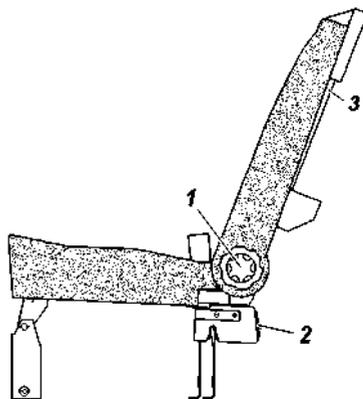

Рис. 3.11. Заднее трехместное сиденье:
**Заднее трехместное сиденье** (рис. 3.11) может быть разложено для организации спального места или сложено для увеличения объема грузового помещения.
- вращением ручек 1 (рис. 3.11) наклоните спинки заднего трехместного сиденья назад до упора;
- вращением ручек 1 (рис. 3.11) наклоните спинки заднего сиденья вперед до упора;
- расфиксируйте замки заднего сиденья ручками замка 2 (рис. 3.11);
- закрепите верхний страховочный трос за кронштейн крепления верхнего ремня ISOFIX (рис. 3.11);